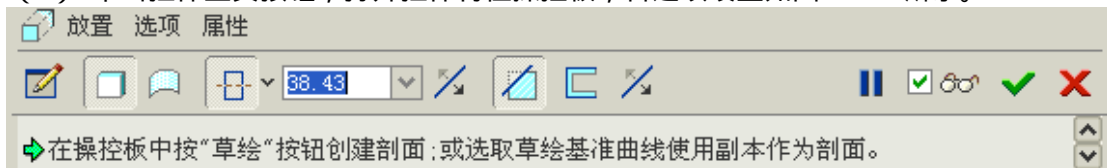

图 40-20
- (1) 单击拉伸工具按钮, 打开拉伸特征操控板, 各选项设置如图 40-20 所示。